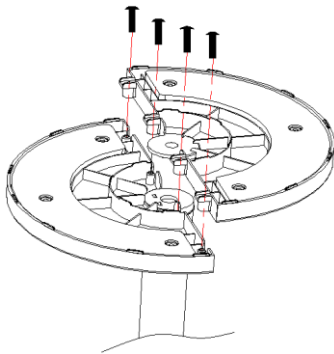

Abb. 1
1. Die Hälften des Fußes zusammensetzen, dazu Verdickung und Kerbe in Übereinstimmung bringen. Mit den vier mitgelieferten kleinen Schrauben sicher befestigen (siehe Abb.1)